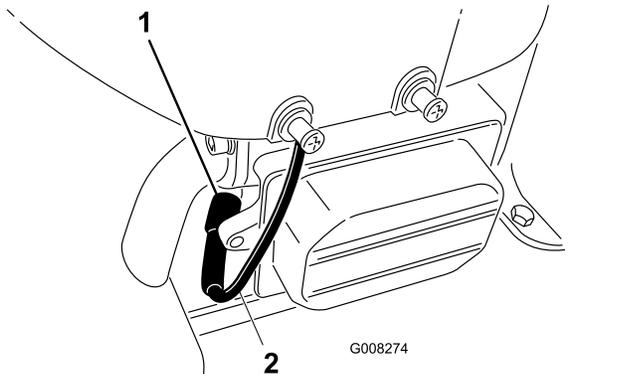

Figure 27
6. Débranchez le fil de la bougie (Figure 27).
3. Branchez la bougie (Figure 27).
8. Enlevez la bougie et la rondelle métallique (Figure 27).